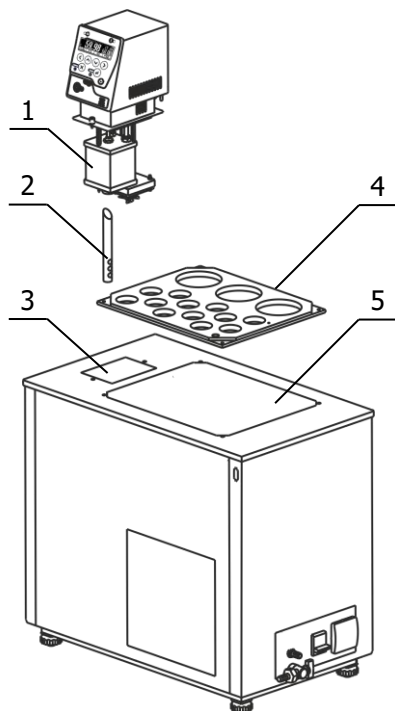
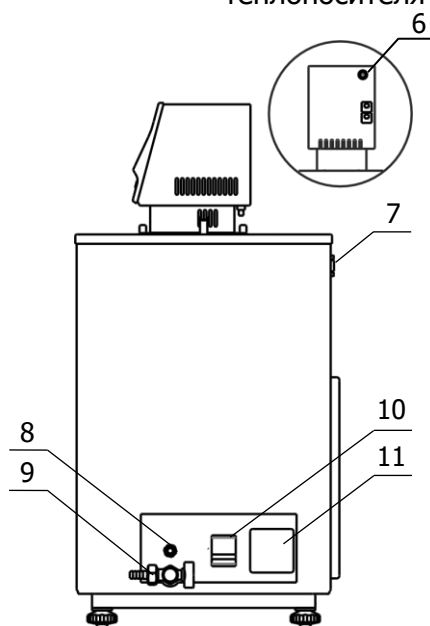

Рисунок 3 — Установка блока регулирования
Рисунок 5 — Боковая панель термостата
2.2.3 Выходную трубку насоса 2 (рисунок 3) вставить косым срезом до упора в резервуар 1 так, чтобы выходные отверстия трубки были направлены на переднюю стенку внутренней ванны, как показано на рисунке 4, и зафиксировать трубку винтом. Такое положение выходной трубки обеспечит эффективное перемешивание теплоносителя.
2.2.5 К переливному штуцеру 8 (рисунок 5) присоединить гибкий шланг, второй конец которого опустить в емкость для сбора излишков теплоносителя объемом 1.5–2 литра.
2.2.6 Заполнить ванну термостата теплоносителем через отверстие над рабочей зоной 5 (рисунок 3) до момента начала слива теплоносителя из переливного штуцера 8 (рисунок 5). Температурный диапазон применения теплоносителя должен соответствовать значениям, указанным в 1.2.6.
2.2.7 Вставить вилку сетевого кабеля блока регулирования в розетку 11 (рисунок 5). Соединить кабелем из комплекта поставки блок регулирования (разъем 6) и холодильную машину (разъем 7). Сетевой кабель термостата подключить к питающей сети. Для этого в лабораторном помещении должна быть установлена электрическая розетка из комплекта поставки термостата.
2.2.8 Автоматический выключатель 10 (рисунок 5) перевести в положение «включено».
2.2.10 Причина отсутствия перемешивания — неправильная работа насоса, вызванная воздушной пробкой, образовавшейся в резервуаре 1 (рисунок 3). Для ее устранения необходимо:
2.2.11 Установить крышку 4 (рисунок 3) над рабочей зоной и закрепить винтами из комплекта поставки.
2.4.2 Надеть сливной шланг из комплекта поставки на сливной кран 9 (рисунок 5) и закрепить его хомутом. Свободный конец шланга опустить в емкость для сбора теплоносителя объемом, превышающим объем термостата.